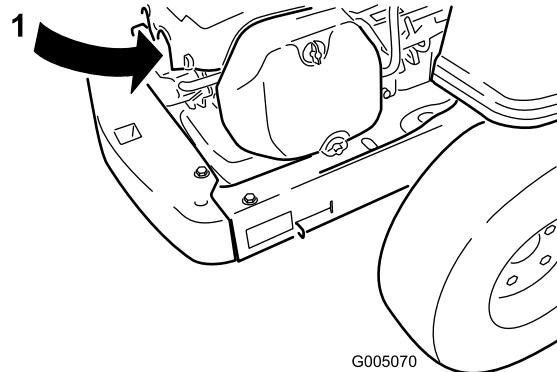

Figure 34
2. Débranchez le fil de la bougie (Figure 34). Nettoyez la surface autour de la bougie pour éviter que des impuretés n'endommagent le moteur en tombant à l'intérieur.
3. Reconnectez le fil à la bougie (Figure 34).